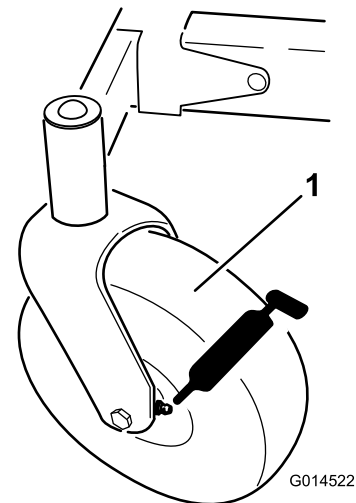
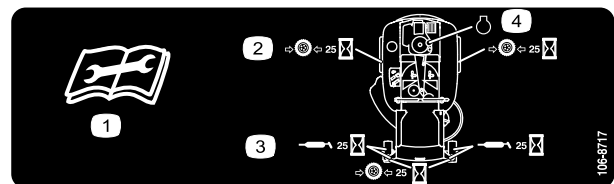

Figura 35
Figura 36
3. Pulite i raccordi d'ingrassaggio (Figura 35 e Figura 36) con un panno.
4. Collegare un ingrassatore a pressione a ciascun ingrassatore (Figura 35 e Figura 36).